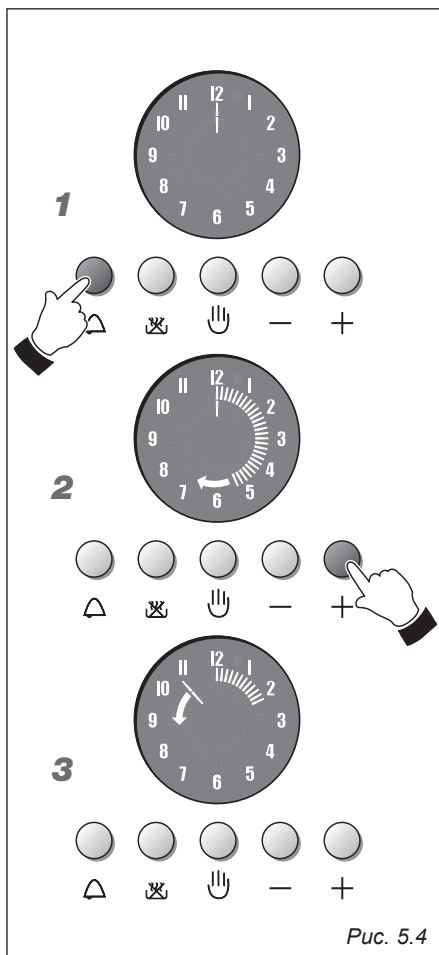

Рис. 5.4
ТАЙМЕР (Рис. 5.4)
1. Рис. 5.4 – Для того чтобы задать программу таймера, нажмите кнопку .
2. Рис. 5.4 – В течение 7 секунд нажмите на кнопку  для установки необходимого времени. Загорятся светящиеся стрелки внешнего круга. Для уменьшения значения времени нажмите на кнопку .
3. Рис. 5.4 – Незамедлительно начнется обратный отсчет, и на дисплее начнут загораться стрелки в направлении против часовой стрелки. При каждом повороте (1 минута) этой стрелки погаснет одна светящаяся стрелка.